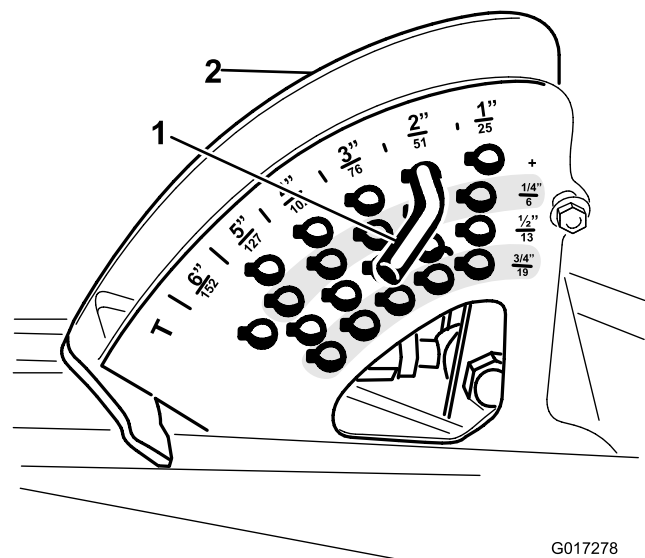

図 2
7. 組み立て時のために、刈高ブラケットのどの穴に刈高ピンが入っているかを確認しておくこと 図 2。刈高ブラケットから刈高ピンを外す。